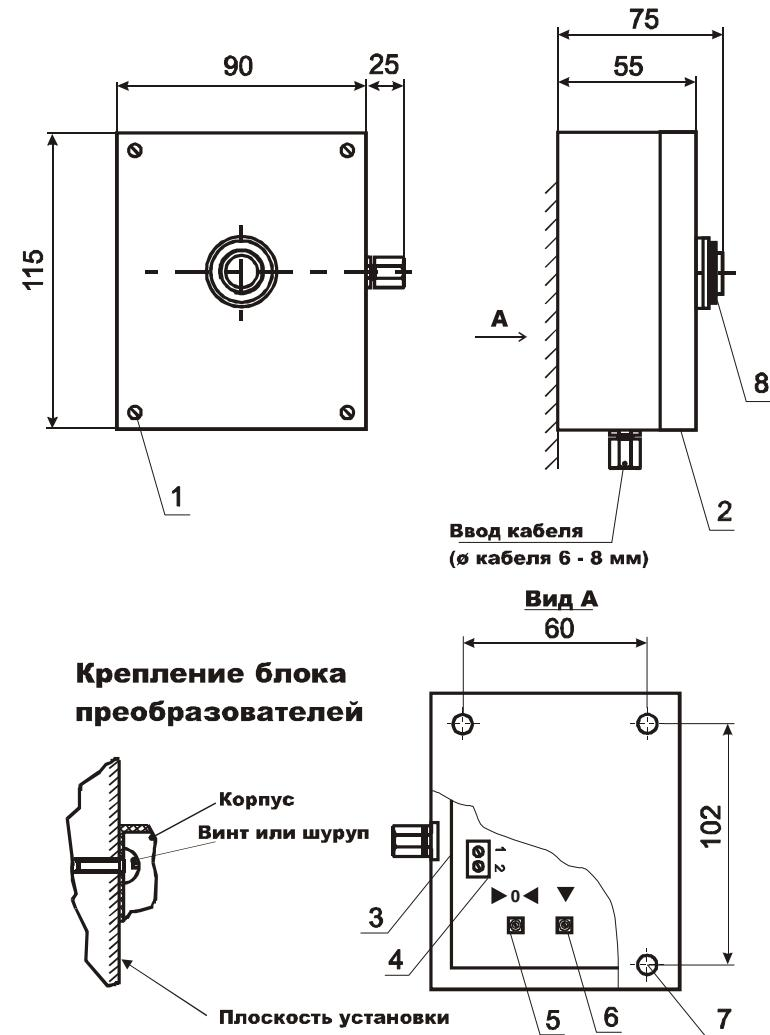

Рис. 2
2) установите градуировочную насадку на детектор. Подайте на вход насадки чистый воздух с расходом  $(300 \pm 100) \text{ см}^3/\text{мин}$ . Величина тока должна соответствовать 4 мА в пределах приведенной погрешности. При отклонении тока от указанного значения произведите подстройку тока резистором установки нуля (поз.5 рис.2).
Где  $C_i$  – концентрация измеряемого компонента в ПГС,  $C_d$  – верхний предел диапазона измерения. При отклонении тока от указанного значения произведите подстройку тока резистором установки чувствительности (поз. 6 рис.2).